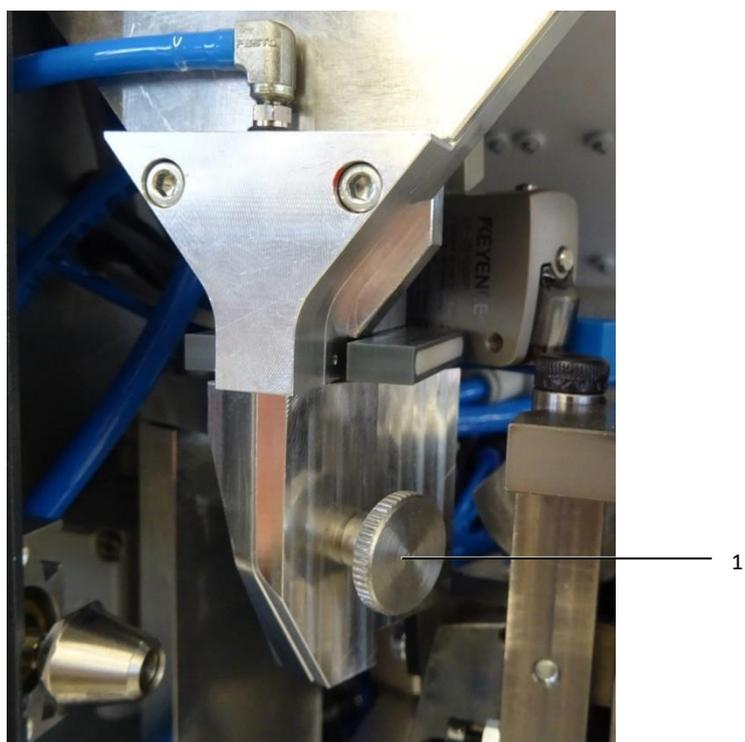

Imagen 17: Tubo vertical
- Retire la tapa del tubo vertical. Para ello, extraiga el tornillo moleteado (imagen 17, pos. 1).